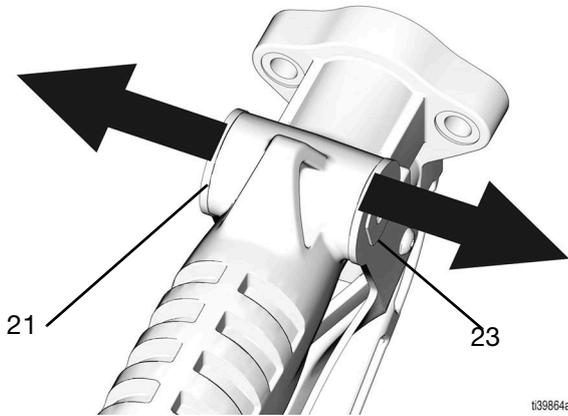

FIG. 44
10. Haciendo palanca suavemente, separe los brazos del gatillo (21) y retírelos de la leva (23) (FIG. 44).